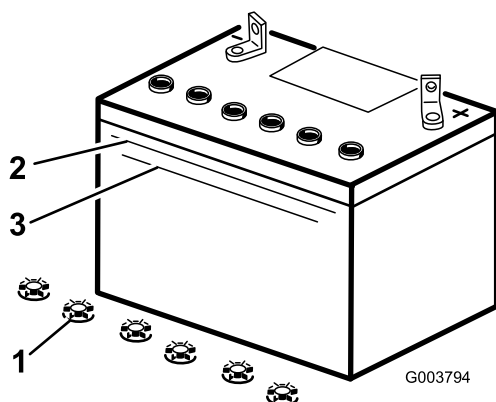

Figura 43
3. Mire hacia el lateral de la batería. El electrolito debe llegar a la línea superior (Figura 43). No permita que el electrolito esté por debajo de la línea inferior (Figura 43).
5. Retire los tapones de llenado de la batería (Figura 43).
6. Vierta lentamente agua destilada en cada célula de la batería hasta que el nivel de electrolito llegue a la línea superior (Figura 43) de la caja de la batería.
7. Espere de 5 a 10 minutos después de llenar las células de la batería. Añada agua destilada, si es necesario, hasta que el nivel de electrolito llegue a la línea superior (Figura 43) de la caja de la batería.